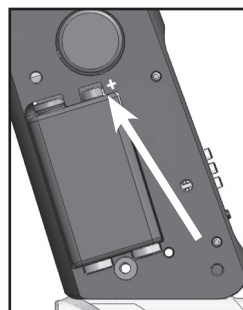

Figure 3: compartiment des piles et soient orientées correctement
- Placez une pile 9 volts dans le compartiment. Le compartiment des piles a été conçu pour que les piles y soient orientées correctement. Cependant, étant donné des différences dans les fabricants de piles, assurez-vous que les piles sont orientées correctement, comme indiqué en Figure 3.